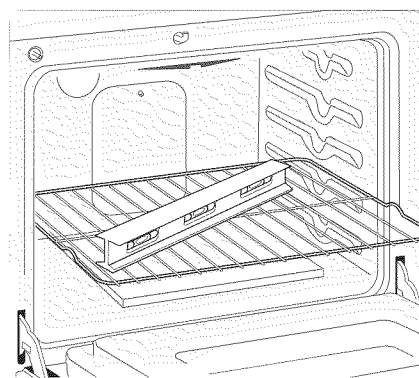

Figura 8
3. Verifique si la cocina está nivelada colocando una parrilla en el centro del horno y poniendo un nivel sobre esta (Figura 8).
2. Ponga un nivel sobre la parrilla (Figura 8). Tome dos lecturas con el nivel puesto diagonalmente en una dirección y después en la otra. Nivele la estufa, si es necesario, ajustando las 4 patas niveladoras con una llave de tuercas (Figura 17).